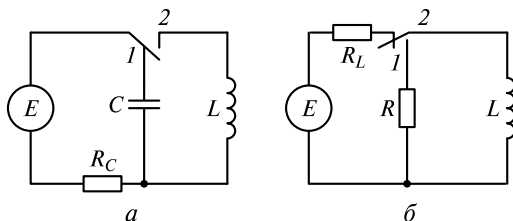

Рис. 1.2. Схема преобразования электрической энергии:
Заряженный конденсатор обладает энергией, которую он накапливает в процессе зарядки и отдает при разрядке (рис. 1.2, *a*):
Катушка индуктивности обладает энергией магнитного поля, преобразующейся в энергию электрического поля при подключении ее к источнику (рис. 1.2, б):
1.25. Энергия электрического поля при зарядке конденсатора от источника постоянного напряжения 100 В составляет 5 мДж (см. рис. 1.2, а). Найти энергию конденсатора при напряжениях 200; 360; 50 В. Указать, в каком элементе цепи расходуется эта энергия при переключении конденсатора.
1.36. В электрической цепи (см. рис. 1.2, б) происходит отключение источника от ветви с катушкой индуктивности с одновременным замыканием катушки индуктивности на резистор без разрыва цепи. Определить энергию катушки с индуктивностью 20 мГн при токе 5 А. В каком элементе цепи выделяется эта энергия?